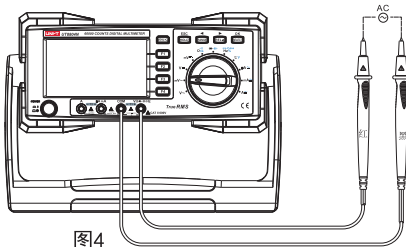

图4
- (1) 将红表笔插入"V"插孔, 黑表笔插入"COM"插孔。
- (2) 将仪表的旋转开关转到 $mV\sim$, 如图4, 将表笔并联到待测电源或负载上